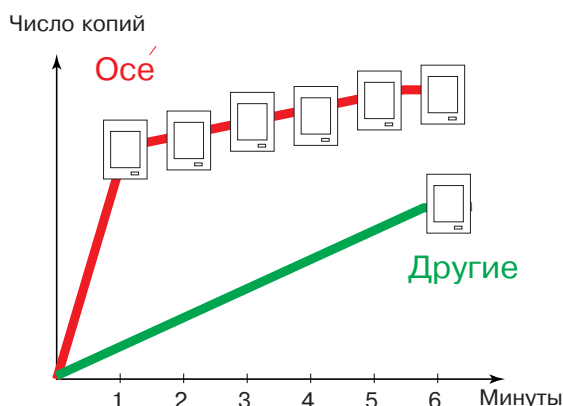

Рис.2
- Уменьшение времени прогрева в 5–6 раз. Увеличение производительности всей системы в целом (рис.2).